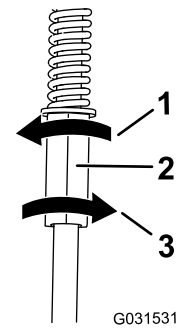

Bild 65
4. Drehen Sie die linke Schaltstange um Vierteldrehungen, bis die Spur der Maschine gerade ist (**Bild 65**).